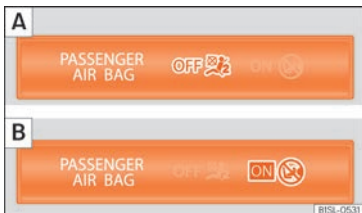

Abb. 16 Am Halter des Innenspiegels: Kontrollleuchte für abgeschalteten Beifahrer-Frontairbag.
- Überprüfen Sie nach dem Abschalten des Airbags, dass bei eingeschalteter Zündung die Kontrollleuchte **OFF** im Schriftzug **PASSENGER AIR BAG OFF** am Halter des Innenspiegels leuchtet »» **Abb. 16**.